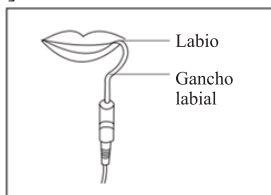

Imagen 5
4.5.4 Cuelgue el gancho del labio en el labio, asegúrese de que esté en contacto con la mucosa oral como electrodo de referencia [Imagen 5].